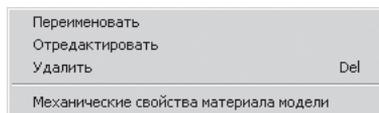

Рис. 3.29. Контекстное меню пункта **Шлицы прямоугольные**
- щелкните правой кнопкой в системе КОМПАС-SHAFT 2D V6 в верхнем окне по пункту **Шлицы прямоугольные**. Появится контекстное меню, см. рис. 3.29;